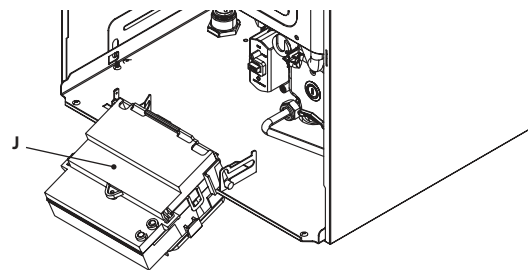

Figura 4.8
- Localice la tapa de cobertura de la bornera J (Figura 4.8), extraiga los tornillos de sujeción y ábrala.